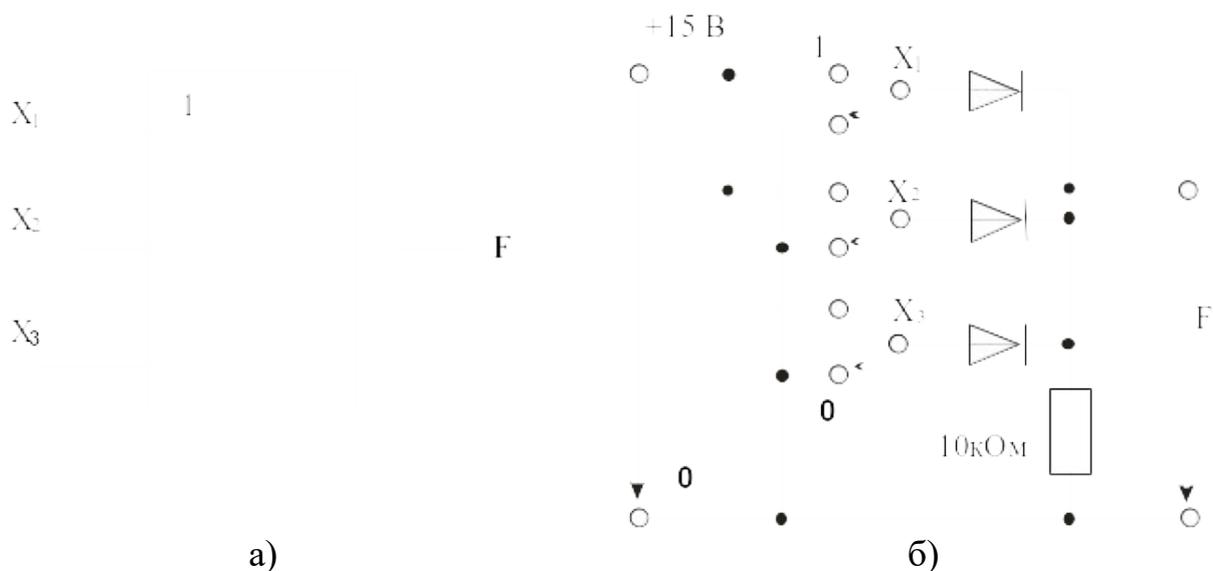

Рисунок 2 – Логический элемент OR с тремя входами
2.1. Соберите цепь согласно схеме (рис. 2, б). Подайте последовательно $0V \equiv$ сигнал 0 \equiv уровень низкого потенциала, $+15V \equiv$ сигнал 1 \equiv уровень высокого потенциала, к входам x_1 , x_2 и x_3 , как указано в таблице 2. Занесите соответствующие значения выходного сигнала (0/1) в таблицу.